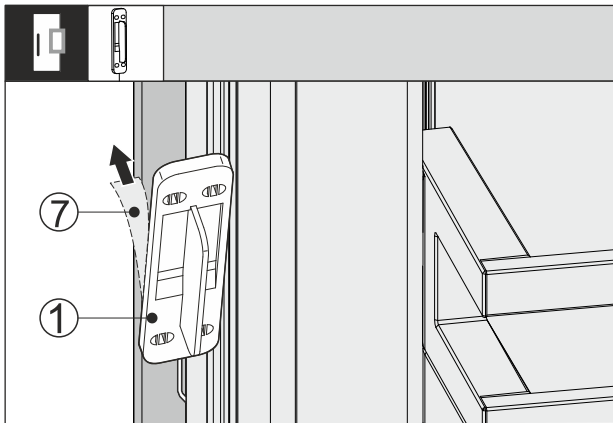

Fig. 64
- Schutzfolie Fig. 64 (7) auf der Rückseite des Klopfensors Fig. 64 (1) abziehen.